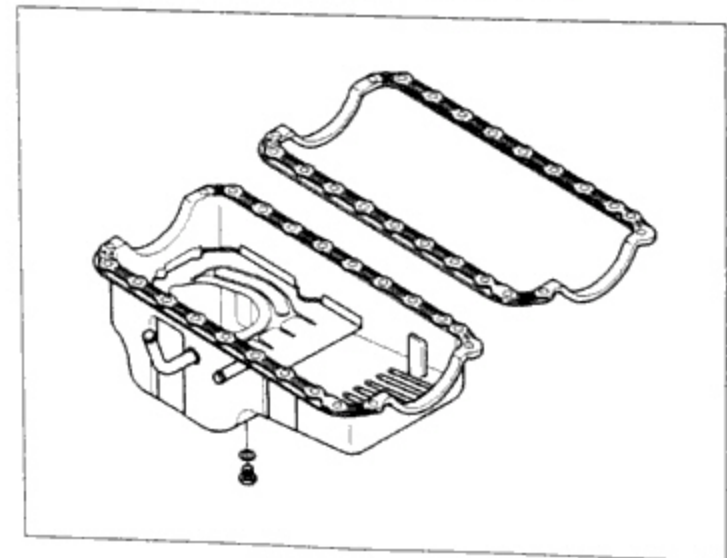

图 6-2-10 拆卸油底壳总成
- (1) 升起发动机约 50 mm。
- (2) 从机体上拆下油底壳,见图 6-2-10。